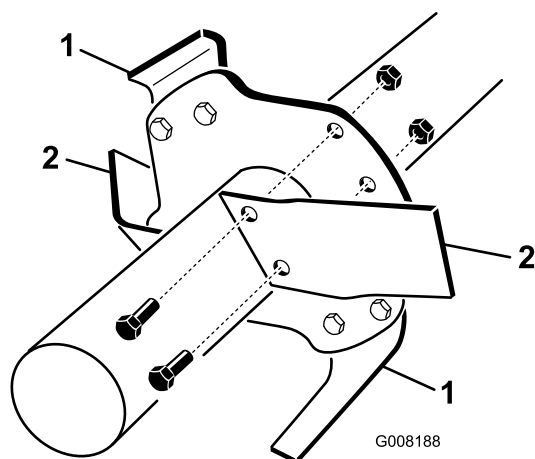

Figura 14
6. Remova os dentes antigos, um de cada vez, e instale os dentes novos (Figura 14).